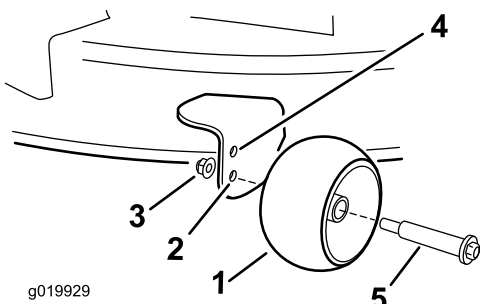

Figura 18
- Taladro superior—utilice esta posición cuando la carcasa de corte está en la posición de altura de corte de 63 mm (2-1/2 pulgadas) o menos (Figura 18).
- Taladro inferior—utilice esta posición cuando la carcasa de corte está en la posición de altura de corte de 76 mm (3 pulgadas) o más (Figura 18).